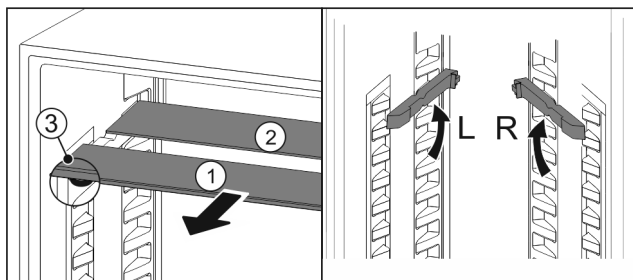

Fig. 86
- ▷ По одной извлеките Fig. 86 (1) стеклянные панели движением вперед.
- ▷ Стеклянная панель Fig. 86 (1) с декоративной планкой лежит спереди.
- ▷ Стопоры Fig. 86 (3) показывают вниз.